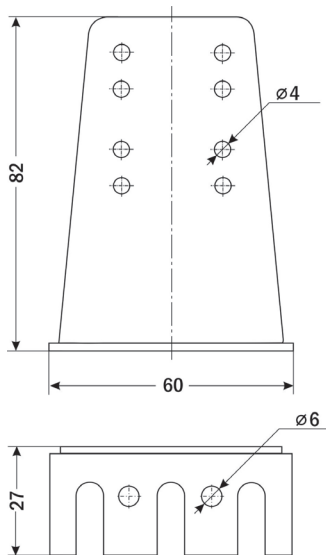

Рис. 5. Кронштейн для настенного крепления
1.2. Присоединение прибора к трубопроводу можно осуществлять как напрямую (резьба штуцера 1/4"), так и с помощью импульсной трубки (в этом случае рекомендуется использовать входящий в комплект поставки кронштейн для настенного крепления, рис. 5).